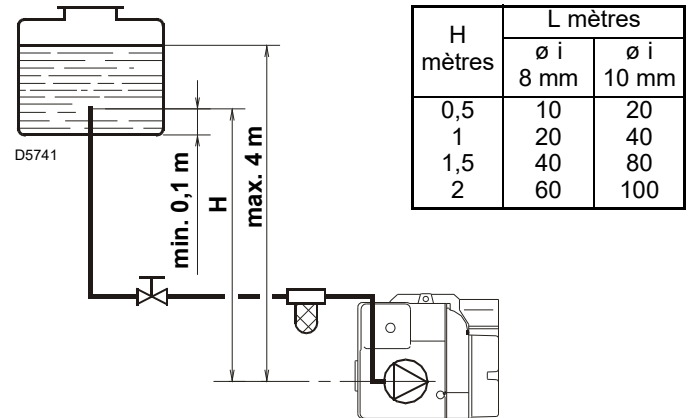

Fig. 2
- ▶ Elle ne s'avère nécessaire qu'avec les installations à un tuyau (Fig. 2). Dans l'installation de la Fig. 2, il suffit de desserrer le raccord du vacuomètre 4) (Fig. 5) et d'attendre que le combustible commence à sortir.
Légende (Fig. 2, Fig. 3 et Fig. 4)